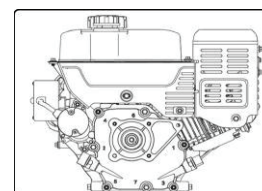

Figure 34
- Отвинтите крышку маслосливной трубки и протрите щуп. Figure 34.
- Найдите маслосливное отверстие в нижней части картера, figure 34.
- Очистите зону около маслосливного отверстия Figure 34.